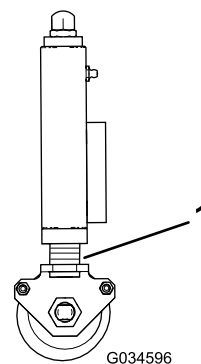

Figura 32
2. Assicuratevi che tutti gli apparati di taglio siano impostati alla stessa altezza di taglio, facendo riferimento agli anelli indicatori (Figura 32).